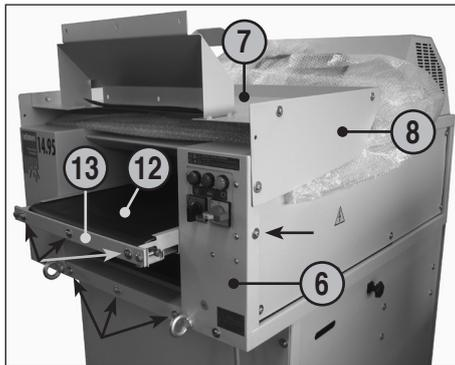

fig. 1
- 6 = Boîtier (figures 1, 2, 4)
- 7 = Table (figures 1, 2, 4, 5, 6)
- 8 = Plaque de protection (figures 1, 2, 4)
- 12 = Bande de transport (figures 1, 2)
- 13 = Support pour bande de transport (figure 1)
### POSITIONNEMENT DE LA TABLE (7) (figures 1, 2 et 3)
1. Dévisser respectivement les 3 vis et les rondelles sur la paroi avant du boîtier (6) et sur la face frontale du support pour bande de transport (13) ainsi que respectivement une vis sous la plaque de protection (8) des deux côtés (voir marquages de flèches figure 1).